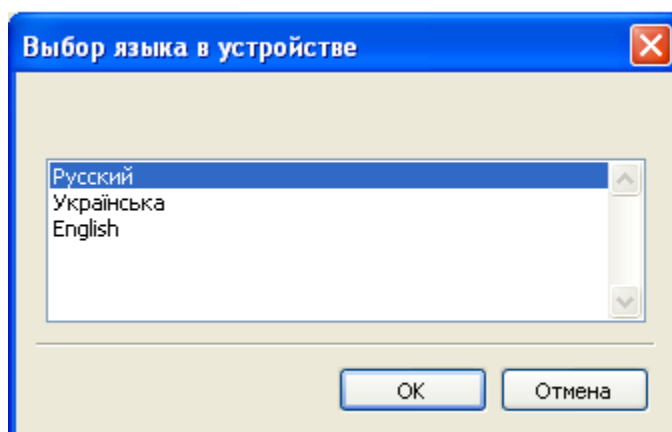

Рисунок 7. Окно "Выбор языка в устройстве"
- кнопка «**Установить язык в устройстве...**». Кнопка активна для СИ, в которых реализована многоязыковая поддержка. Позволяет установить текущий язык интерфейса в СИ (Рисунок 7);